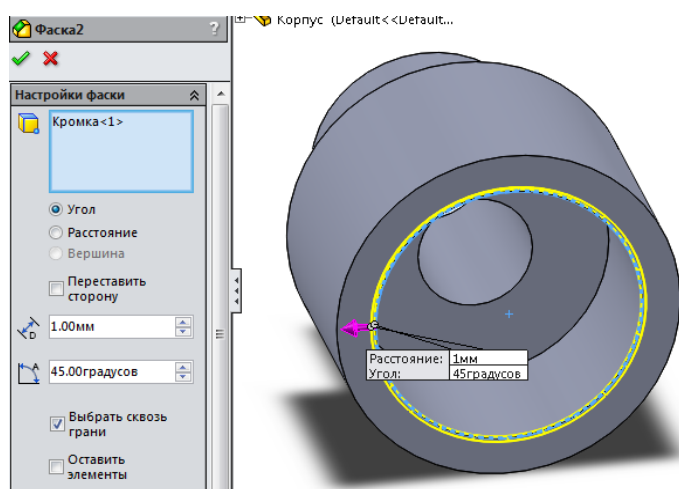

Рисунок 5.5 – Фаска 1 мм
12. Натисніть кнопку "Фаска" і встановіть параметри фаски, діючи так, як показано на рис. 5.5